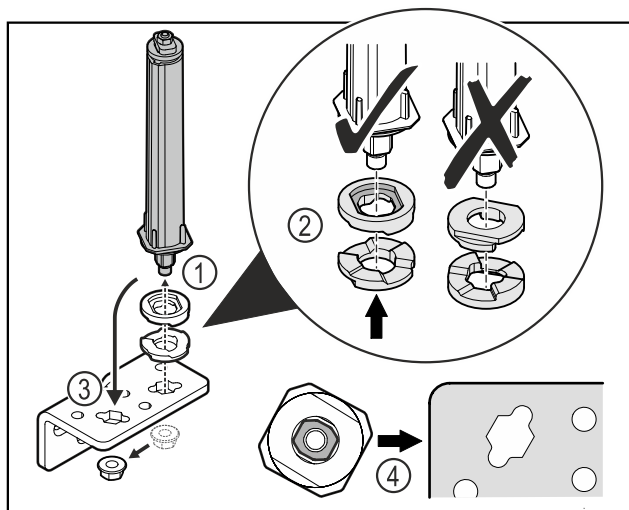

Fig. 54
- Aflojar la tuerca y retirar el sistema de bloqueo de la puerta Fig. 54 (1).
- Tener en cuenta la orientación correcta de las arandelas de ajuste de altura Fig. 54 (2).
- Cambiar la posición del sistema de cierre de la puerta en la escuadra de bisagra y fijar con la tuerca Fig. 54 (3).
- Tener en cuenta la orientación correcta del sistema de cierre de la puerta al insertarlo Fig. 54 (4).